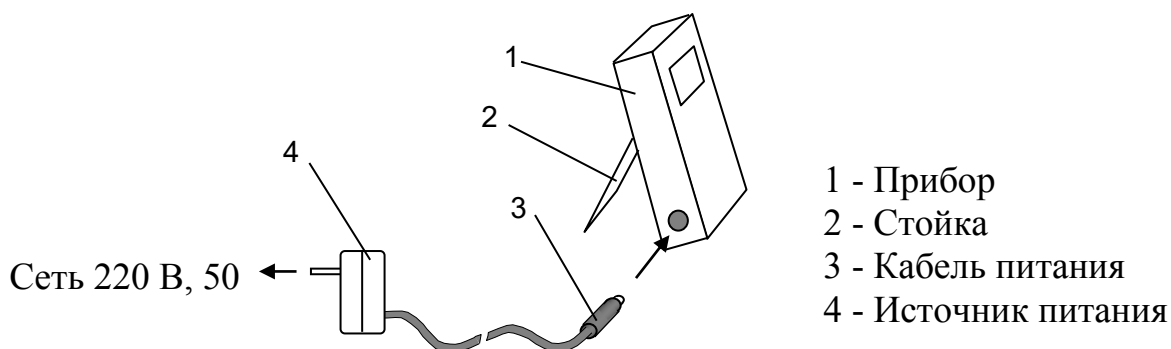

Рисунок 10 - Рабочее положение прибора
3.1 Установить в отсек на задней панели прибора батареи гальванических элементов. Соединить разъем преобразователя статического из комплекта поставки (далее источник питания) с разъемом «Источник питания» прибора (рисунок 10). Подключить источник питания к сети 220 В. После этого включается подсветка табло прибора.
3.2 Привести прибор в рабочее положение – откинуть стойку и установить на ровную плоскую поверхность (рисунок 10). Допускается устанавливать прибор без откидывания стойки, а также использовать без установки на плоскую поверхность, держа в руках.